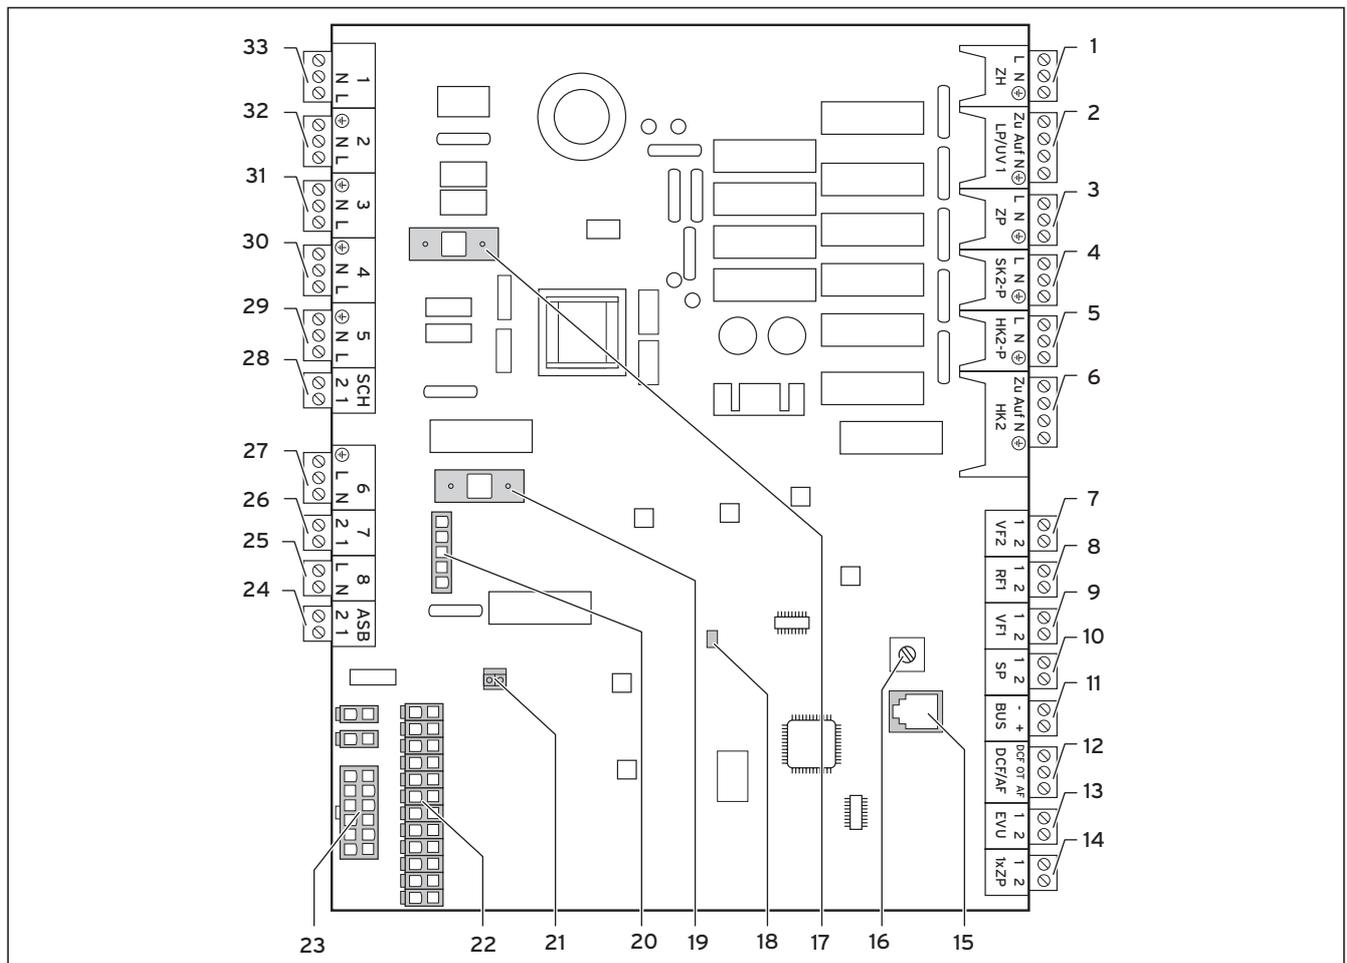

Fig. 6.6 Carte du régulateur
- Raccordez les câbles à l'alimentation secteur principale (1).
- Raccordez le relais signal de commande centralisé à la borne de raccordement 13 « EVU », si prescrit par la compagnie d'électricité. Ce signal permet de bloquer la pompe à chaleur en circuit fermé (cf. fig. 6.6).
- Raccordez les câbles d'alimentation permanente à l'alimentation secteur au tarif normal (2).
- Raccordez les câbles d'alimentation à tarif réduit à l'alimentation secteur à tarif réduit (1).
- Raccordez les câbles d'alimentation permanente à l'alimentation secteur du régulateur (2).
La borne de raccordement « SK2-P » (cf. fig. 6.6, réf. **4**) permet de commander les vannes d'arrêt des circuits de chauffage qui doivent être exclus du mode de refroidissement (salle de bains, p. ex.).